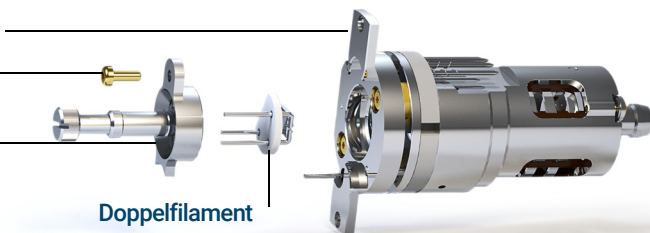

Abbildung 62. Ersetzen des Doppelfilaments
- 4 Entfernen Sie die Schraube, die den Filamentblock an der Quellen-Befestigung sichert. (Siehe **Abbildung 62**.)
- 2 Führen Sie die 3 Stifte auf dem Doppelfilament durch die Rückseite des Filamentblocks. (Siehe **Abbildung 62** auf Seite 207.)